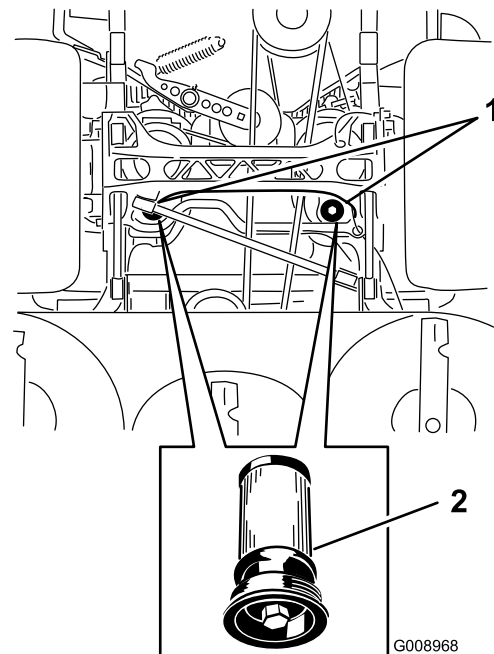

Figura 85
5. Coloque un recipiente debajo del filtro, retire el filtro usado y limpie la superficie (Figura 85).
6. Aplique una capa fina de aceite hidráulico a la junta de goma del filtro nuevo (Figura 85).